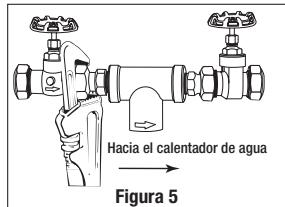

Figura 5
5. Ajuste firmemente todas las tuercas de compresión manteniendo el ensamblaje de la cabeza AP430SS en posición vertical. (Figura 5)